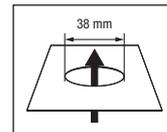

FIG. 2
1. Effettuare un foro del diametro di 38 mm ca. nel punto del controsoffitto prescelto (vedi fig. 2).